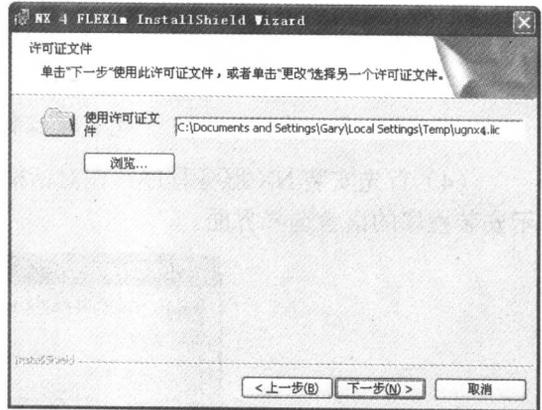

图 1-6 许可证文件界面
- (8) 单击 **下一步(N) >** 按钮进入许可证文件界面，如图 1-6 所示。
- (9) 单击 **浏览...** 按钮选择刚才复制到硬盘的许可证文件【ugnx4.lic】的所在位置。